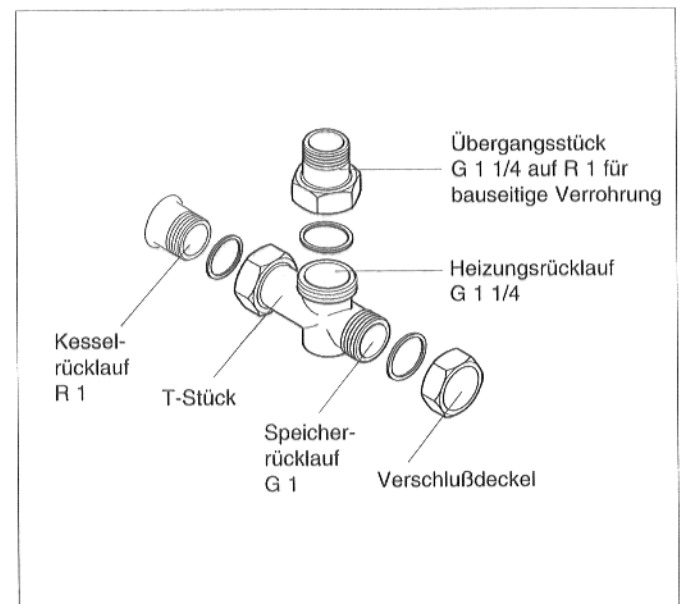

Abb. 7: Rücklauf G124 X
* bei G124 X siehe auch Abb. 7
- Dichtung in die Überwurfmutter des mitgelieferten T-Stücks einlegen und T-Stück am Rücklauf festschrauben (Abb. 7). Wird kein Speicher-Brauchwassererwärmer angeschlossen, Verschußdeckel mit Dichtung aufschrauben (Abb. 7).
Das mitgelieferte Übergangsstück G 1 1/4 auf R 1 für den Heizungsrücklauf am 90°-Abgang montieren, wenn kein Heizkreis-Schnellmontage-System (Zubehör) verwendet wird (Abb. 7).